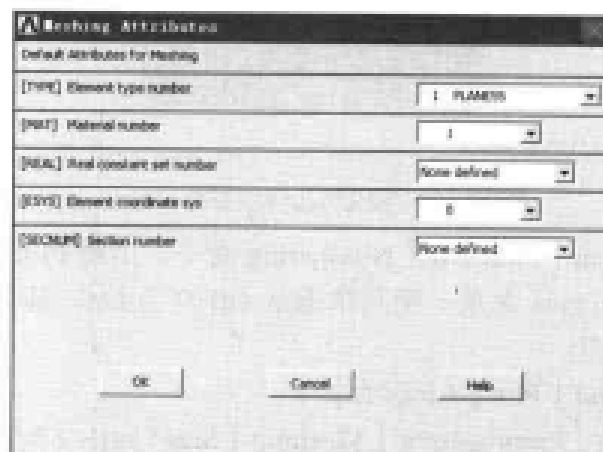

图 10-12 网格划分属性设置对话框
(11) 选择 Main Menu | Preprocessor | Meshing | Size Cntrls | ManualSize | Lines | Picked Lines 命令，出现 Element Size on 菜单，在文本框中输入 3，单击 OK 按钮，出现 Element Sizes on Picked Lines 对话框，在 NDIV No. of element divisions 文本框中输入单元个数 30，单击 OK 按钮关闭该对话框。
(12) 选择 Utility Menu | Select | Everything 命令。
(13) 选择 Main Menu | Preprocessor | Meshing | Mesh | Volumes | Mapped | Concatenate | Lines 命令，出现 Concatenate Lines 菜单，在文本框中输入 2，1，单击 OK 按钮关闭该菜单。
(14) 选择 Main Menu | Preprocessor | Meshing | Mesh Attributes | Default Attribs 命令，出现 Meshing Attributes 对话框，在 [MAT] Material number 下拉列表框中选择 1，如图 10-12 所示，单击 OK 按钮关闭该对话框。